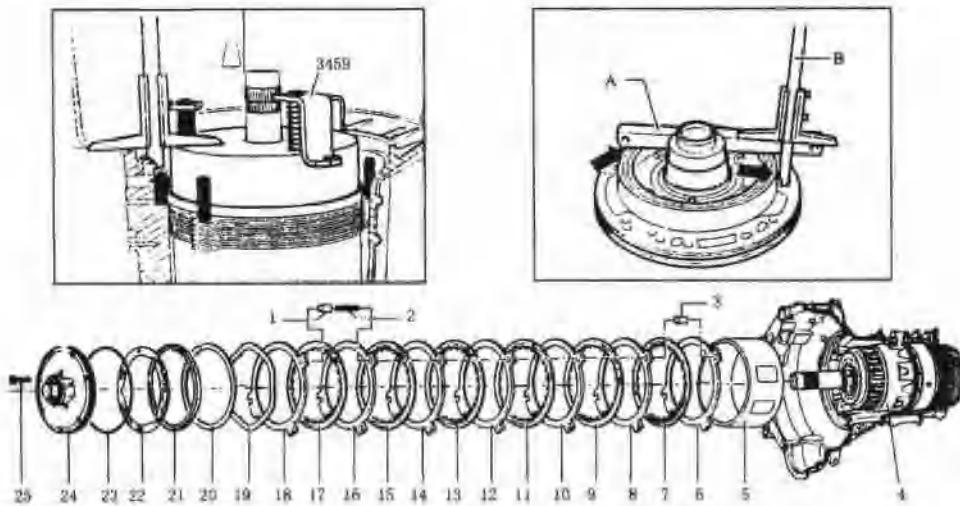

图4.57 2, 4挡制动器B2
③ 拆下ATF泵的螺栓25，用两个M8的螺栓拧入ATF泵的螺孔内，将大齿轮从变速箱壳体顶出；取出支承管5、外摩擦片6、弹簧2和弹簧头1，如图4.57所示。